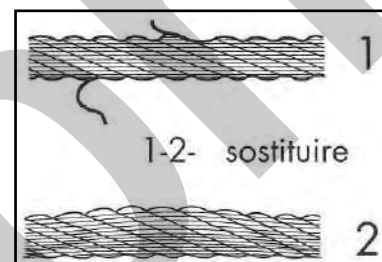

Figura 14 – Cavo da sostituire.
- un'ispezione visiva del cavo volta a stabilire l'assenza di sfilacciamenti, schiacciamenti, rigonfiamenti, piegamenti ecc. (Figura 14).